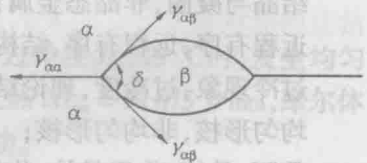

图 2-6
2.29 α 、 β 两相合金中,当数量较少的 β 相存在于基体 α 相的晶界上时,呈双球冠形,如图 2-6,若 $\gamma_{\alpha\beta} = \frac{2}{3} \gamma_{\alpha\alpha}$,求 β 相所张的二面角 δ 。